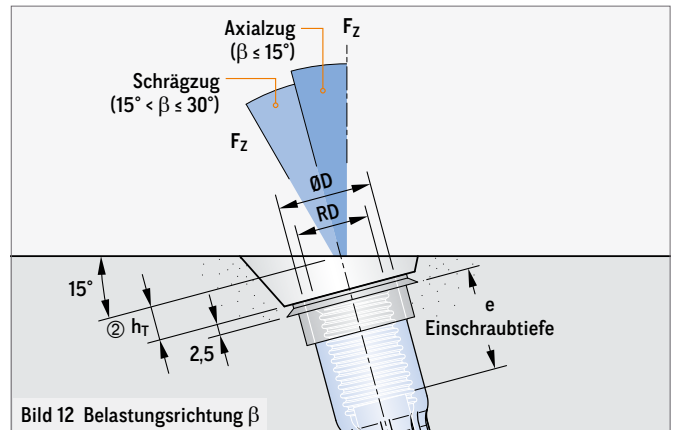

Bild 12 Belastungsrichtung β
② Die Einbautiefe h_T der Aussparungsteller SZ15 ist zu berücksichtigen (Bild 12, Tabelle 6 oder 8).
③ Auch in Ausführung Edelstahl erhältlich (Artikel-Nr. 75K____VA).